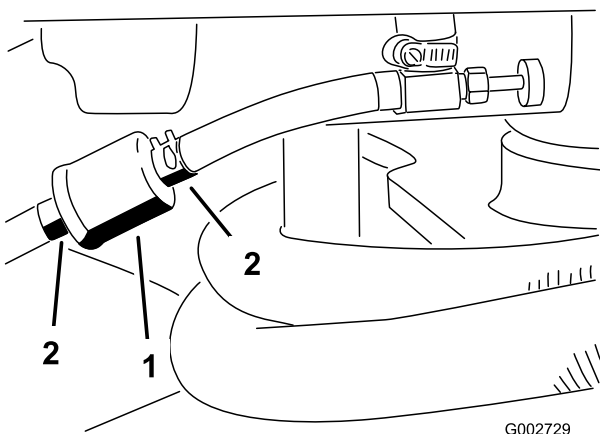

Figure 28
1. Fermez le robinet de carburant, desserrez le collier de flexible côté carburateur et débranchez la conduite d'alimentation du filtre (Figure 28).